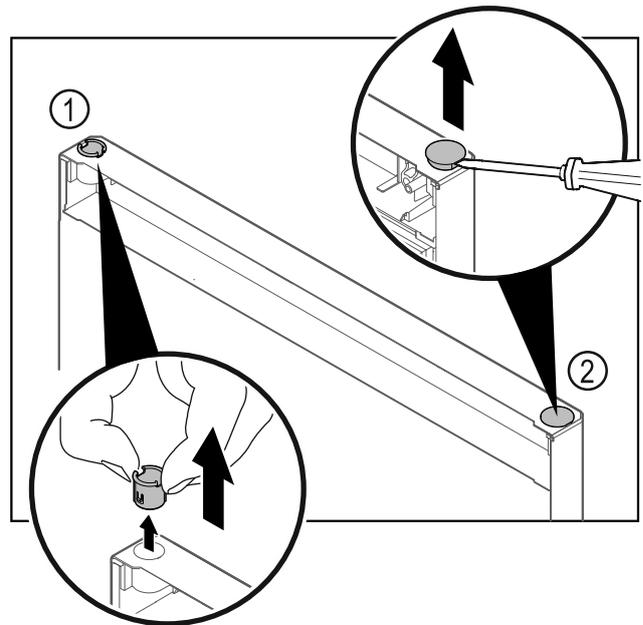

Fig. 26
- ▶ Изтеглете с пръсти втулката на пантата Fig. 26 (1).
- ▶ С плоска отвертка внимателно повдигнете покриващата тапа Fig. 26 (2) и я извадете.